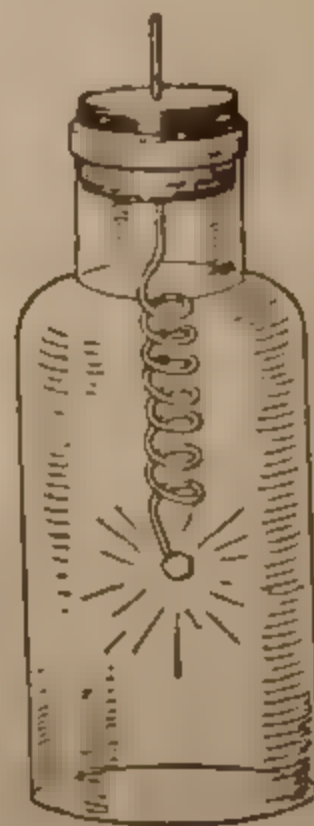

FIG. 78. - Combustione di una spirale di acciaio nell'ossig. puro.
**Combustione.** -- Dicesi combustione l'unione accompagnata da sviluppo di luce e di calore di una sostanza con un gas. La combustione è quindi una combinazione. La sostanza che brucia (che può essere solida, liquida o aeriforme) dicesi *combustibile*, il gas che ne produce la combustione dicesi *comburente*. Uno dei migliori comburenti è l'ossigeno; quindi le sostanze che risultano dalla combustione saranno composti ossigenati; così bruciando un metallo (per es. magnesio) otterremo un ossido, quando invece brucia un metalloide otterremo una anidride; bruciando per esempio uno zolfanello di legno che porta la capocchia di fosforo seguita da uno straterello di zolfo, otterremo prima anidride fosforica, quindi anidride solforosa (il gas che soffoca in gola) ed infine anidride carbonica dovuta al carbonio contenuto nel legno. Molte sostanze che nell'aria stentano a bruciare, nell'ossigeno puro bruciano rapidamente e con luce viva; così se entro un recipiente pieno di ossigeno, introduciamo una sottile spirale di acciaio arroventata ad una estremità, vedremo che la spirale brucia con luce vivissima proiettando pezzettini di ossido di ferro incandescenti (fig. 78).